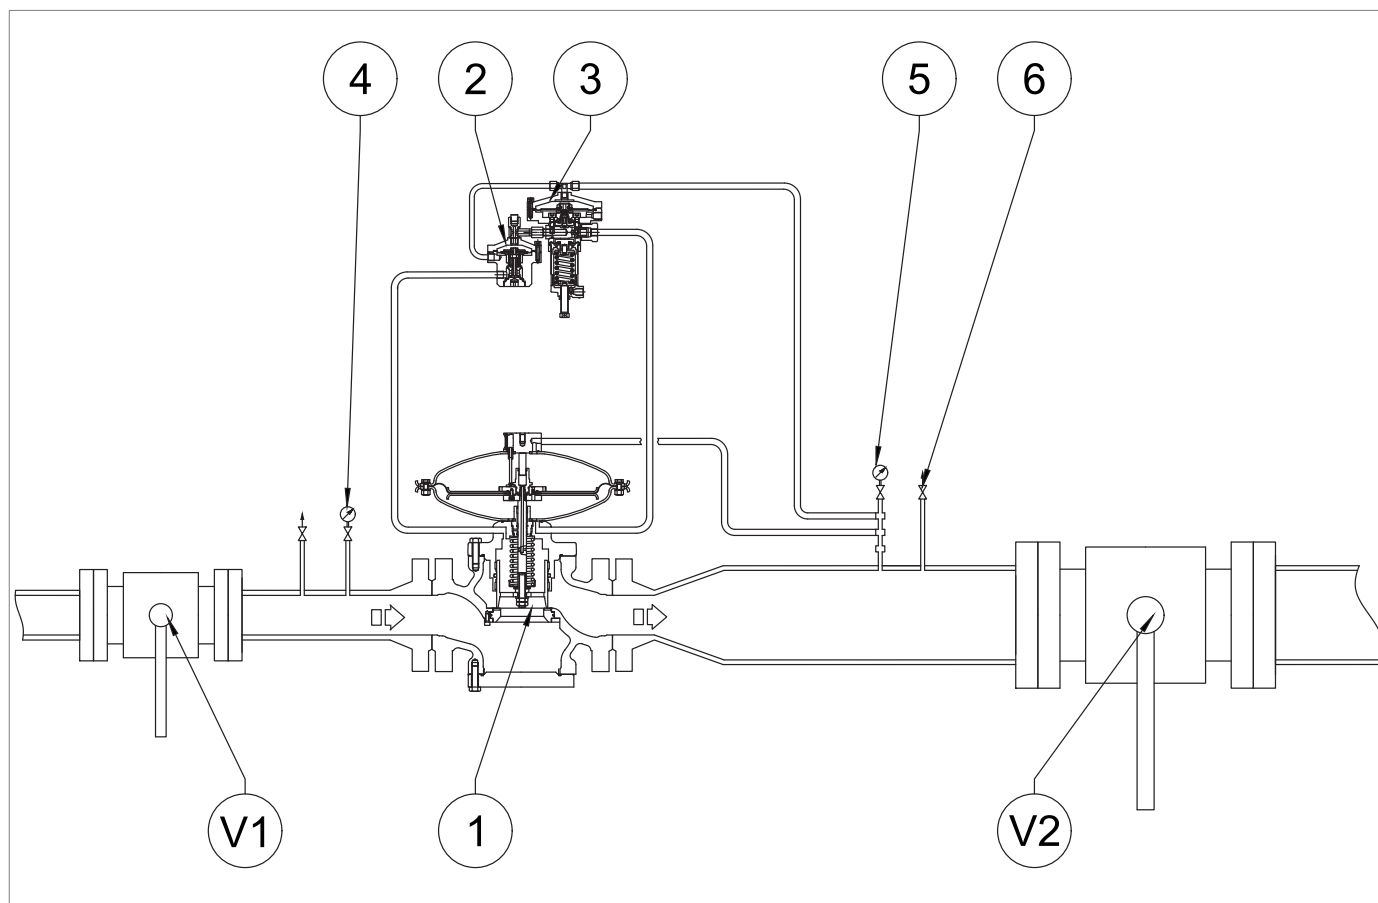

Fig. 8.32. Idrifttagning av regulatorm REVAL 182
1	Öka trycket nedströms till spärrventilens interventionsvärde genom att vrida på huvudregulatorns pilotjusterskruv, för att kontrollera att kalibreringen är korrekt. ! MEDDELANDE! Kontrollera trycket med hjälp av manometern (Fig. 8.32, ref. 5) placerad nedströms från huvudregulatorn. Om spärrventilen: • ingriper före inställt tryckvärde: skruva in (medurs) justerringens mutter (13) så att fjädern (11) trycks ihop mer; • inte löser ut vid inställt tryckvärde: skruva loss (moturs) justerringens mutter (13) så att fjädern (11) avlastas.
2	Minska trycket i nedströmsdelen genom att öppna avtappningskranen (Fig. 8.32, ref. 6) för att föra tillbaka det till huvudregulatorns kalibreringsvärde.
3	Stäng avtappningskranen (Fig. 8.32, ref. 6).